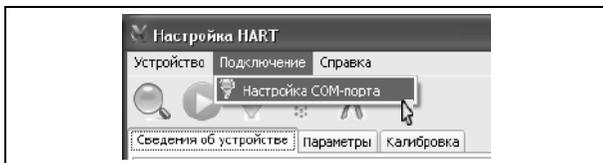

Рисунок E.2
- выберите пункт меню «Подключение -> Настройка COM-порта» (см. рисунок E.2);